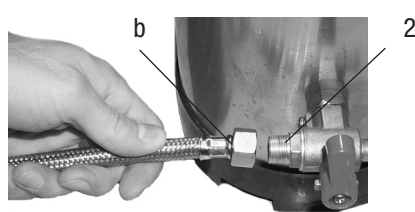

Figura 2
- 2) Conectar el tubo **b** de la aspiración de la bomba interna, con el grifo **2** del ablandador (figura 2).